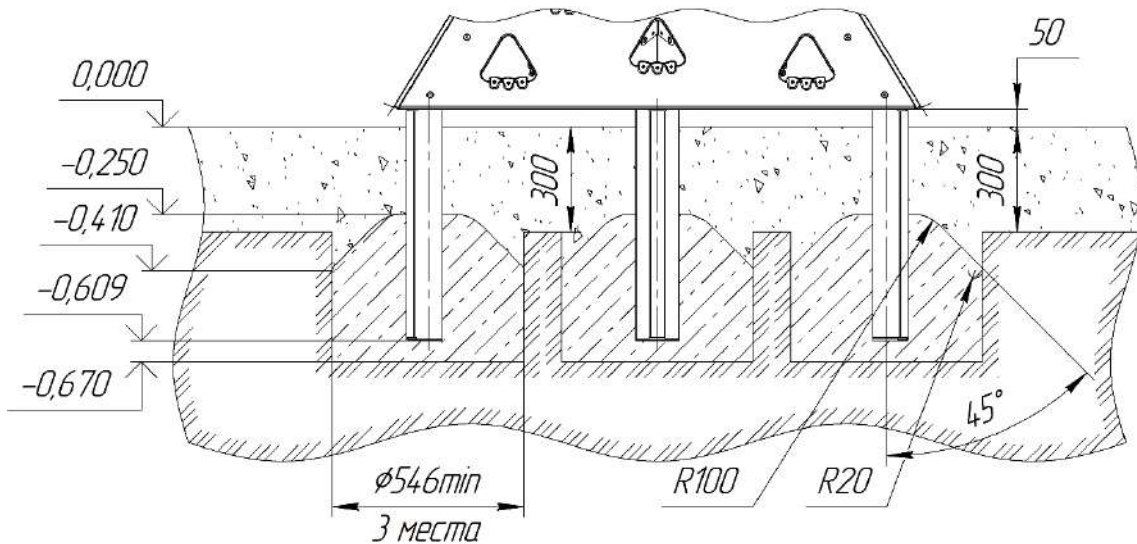

Рис. 8
12.3.6 Выставить оборудование по уровню и забетонировать согласно рис. 8. Бетон фундамента – класса В15. Общий объем бетона – 0,24 куб. м.